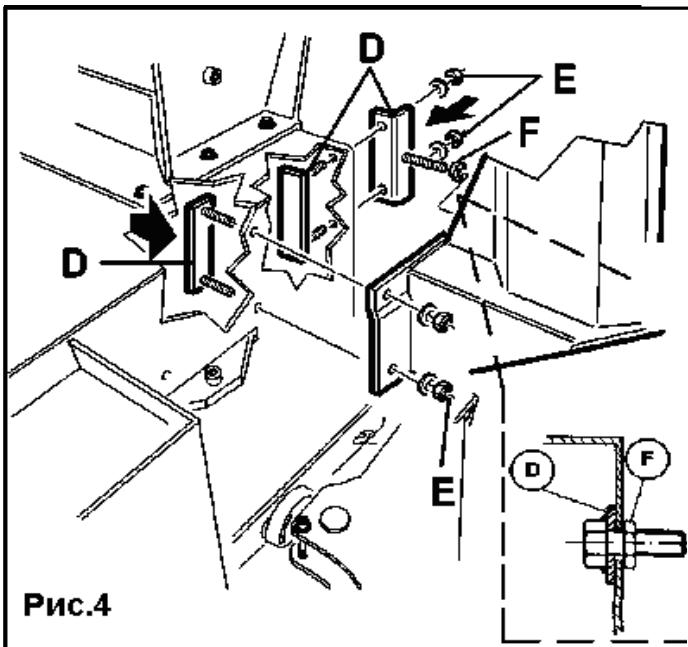

Рис.4
С помощью гаек M10 прикрутить планки и уголки крепления (D) через соответствующие отверстия в корпусе станка (Рис.4).